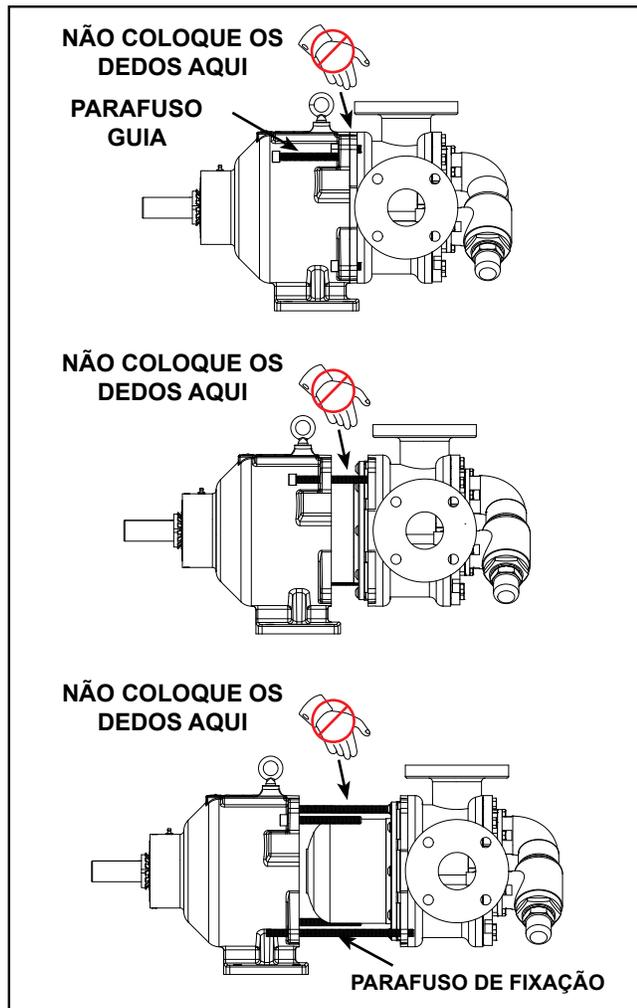

FIGURA 7
3. Marque o cabeçote (40) e o corpo (31) antes da desmontagem para assegurar uma remontagem apropriada.
4. Para inspecionar a montagem do cabeçote e pino (39 e 40) e a montagem da engrenagem e bucha (37 e 38), remova os parafusos de fixação do cabeçote (43).
5. Remova o cabeçote da bomba. Se o corpo não tiver sido drenado no Passo 1, tenha cuidado com o líquido vazando entre o cabeçote e o corpo. Não permita que a engrenagem saia do pino. Vire a ponta do cabeçote para trás durante a remoção para evitar isto. Evite danificar as juntas de vedação do cabeçote (63) já que todas as juntas são necessárias para manter a folga final.
7. Remova os quatro parafusos de fixação do cabeçote do soquete (28) fixando a bomba ao suporte. Se possível apoie a bomba com um suporte sobre o cabeçote.
8. Use os parafusos (14) no suporte para separar o magneto interno (57) do magneto externo (58), veja a seqüência na **Figura 7**. Para manter as montagens da bomba e do suporte apropriadamente alinhadas e para segurança adicional, recomenda-se usar duas barras do mesmo comprimento (6-8”) alinhados no lugar dos parafusos de fixação diagonais na placa adaptadora e passando pelos orifícios correspondentes no suporte.
9. Inspeção visualmente os magnetos externos a partir do final do suporte. Se a remoção for necessária, separe o suporte do motor. Remova a contraporca (1), a arruela (2) e a arruela externa do espaçador do mancal (4) do eixo. Passe a montagem do magneto externo para fora do suporte. Inspeção a montagem do magneto para verificar dano ou desgaste, substitua se necessário. Se desmontagem adicional do suporte for necessária, veja “**Desmontagem / Montagem do suporte de mancal**”, página 7.
10. Remova os parafusos de fixação (54) do canister (59). Se o canister não foi drenado no Passo 1, haverá líquido dentro dele. Tome cuidado quando remover o canister da bomba, puxando-o em linha reta. Inspeção a bucha do canister (64) para verificar desgaste. Se a bucha do canister precisar ser substituída, veja “**Instalação das buchas**” na página 8.
11. Não remova o anel da placa adaptadora (67) / canister a não ser que ele esteja ruim, especialmente se ele for encapsulado com derivado de PTFE. Se um novo anel for necessário, veja “**Montagem da bomba**”